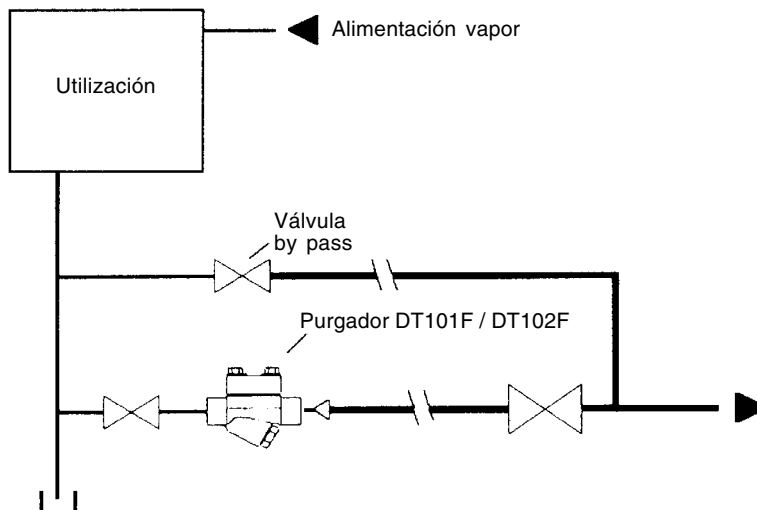

Fig. 1 - Drenaje con descarga a una red de condensado.
- 3.6** Si se requiere un funcionamiento continuo y/o para facilitar el mantenimiento, prever instalar una válvula de interrupción aguas arriba, una aguas abajo y una de by-pass (ver fig.1).